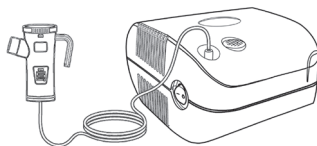

Рисунок 8.
- Присоедините через трубку компрессорную чашку ингалятора к выходному штуцеру основного блока (Рисунок 8).